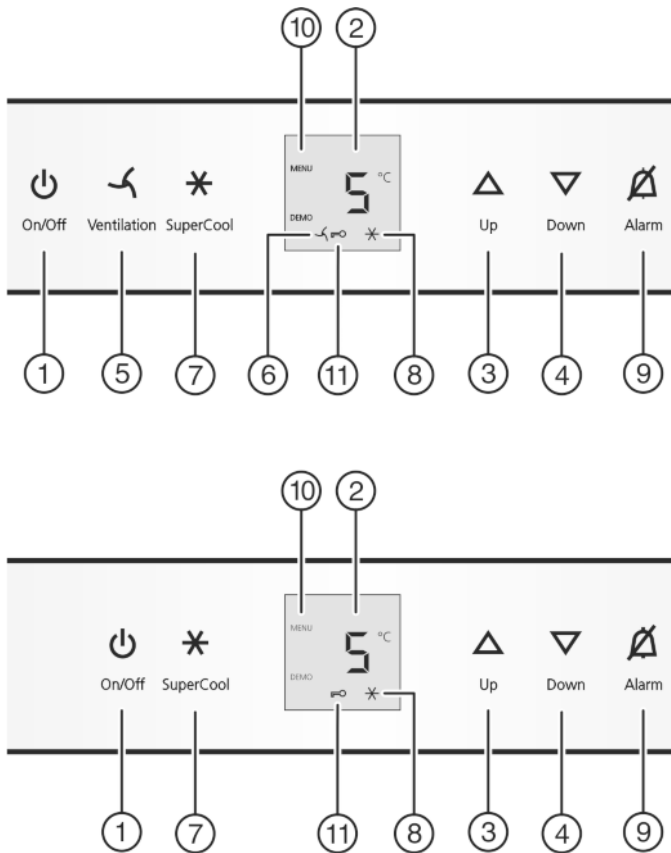

Fig. 2
- ▶ нажмите кнопку On/Off Fig. 2 (1).
- ▶ Активация режима настройки: удерживайте кнопку SuperCool Fig. 2 (7) прибл. 5 секунд.
- ▶ Коротко нажимайте кнопку SuperCool Fig. 2 (7) для подтверждения.
- ▶ Для включения защиты от детей коротко нажмите клавишу SuperCool Fig. 2 (7).
- ▷ Символ "Защита от детей" Fig. 2 (11) горит. На индикации мигает **c**.
- ▶ Для выключения защиты от детей коротко нажмите клавишу SuperCool Fig. 2 (7).
- ▷ Символ защиты от детей Fig. 2 (11) гаснет. На индикации мигает **c**.
- ▶ Выход из режима настройки: нажмите кнопку On/Off Fig. 2 (1).
- ▶ Нажмите кнопку Alarm Fig. 2 (9).
- ▶ Установка более высокой температуры: нажмите кнопку настройки Up Fig. 2 (3).
- ▶ Установка более низкой температуры: нажмите кнопку настройки Down Fig. 2 (4).
- ▶ Коротко нажмите кнопку SuperCool Fig. 2 (7).
- ▷ На индикации горит символ SuperCool Fig. 2 (8).
- ▷ Символ SuperCool Fig. 2 (8) на индикации гаснет.
- ▶ Коротко нажмите кнопку "Вентиляция" Fig. 2 (5).
- ▷ Символ Вентиляция Fig. 2 (6) горит.
- ▷ Символ Вентиляция Fig. 2 (6) не горит.